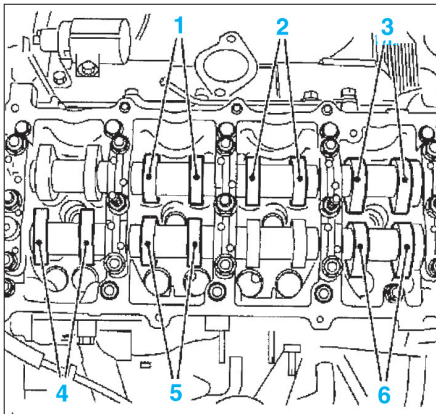

FIG. 15
- Tourner le vilebrequin de 180° dans le sens de rotation du moteur, contrôler les paires (6) et (2) (fig. 15).
- Tourner le vilebrequin de 180° dans le sens de rotation du moteur, contrôler les paires (5) et (3).
- Tourner le vilebrequin de 180° dans le sens de rotation du moteur, contrôler les paires (4) et (1).